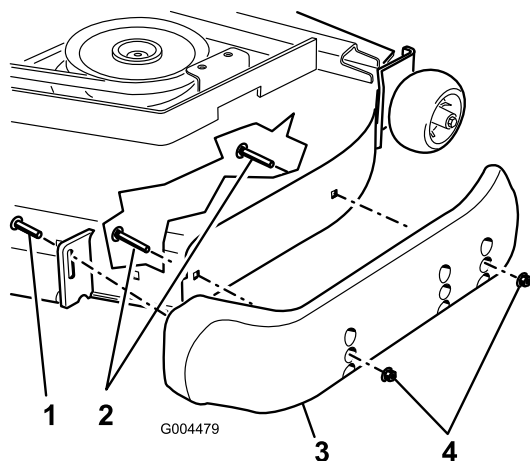

图 9
3. 松开各个防滑块前部的螺丝。Guardian 剪草机有 2 个防滑块侧排草滚刀组有 1 个防滑块图 9。